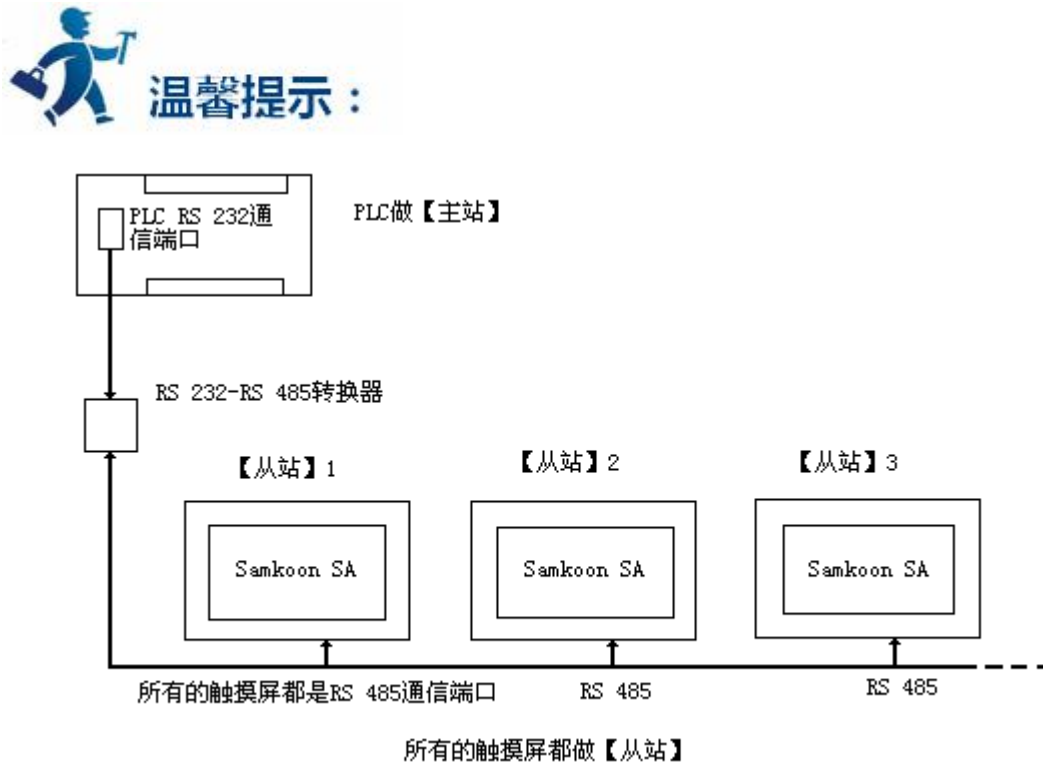

图 8-1 PLC(RS232)做【主站】的“一机多屏”连接示意图
1. 连接 PLC 的通信口为 RS232，连接方式和系统设置如下图 8-1，图 8-2，图 8-3 所示：